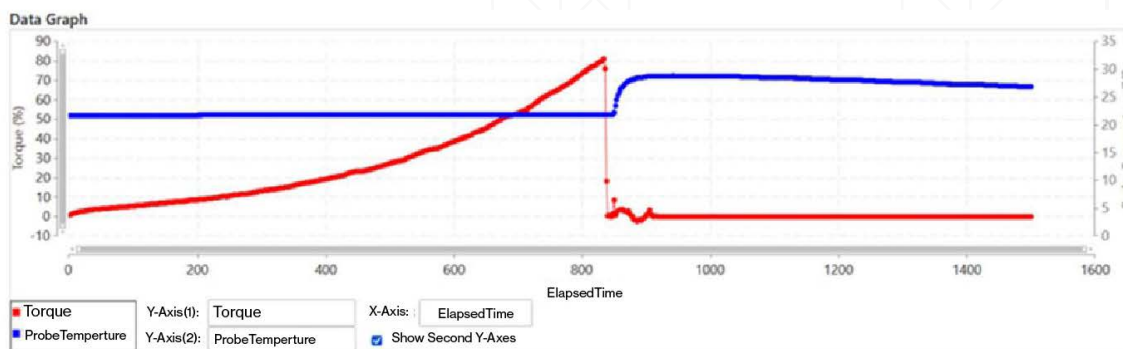

Figura 1: Torque, porcentagem, sonda de temperatura, e temperatura em graus Celsius versus o tempo decorrido em segundos para a cura do adesivo.
- O aumento exotérmico da temperatura abrange 7,2 °C, de 21,7 °C a 28,9 °C (Figura 1).